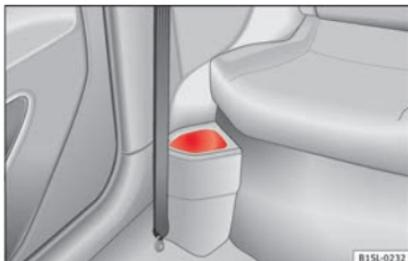

Abb. 62 Vor den Rücksitzen: Ablagefach.
- Vor den Rücksitzen » **Abb. 62.**